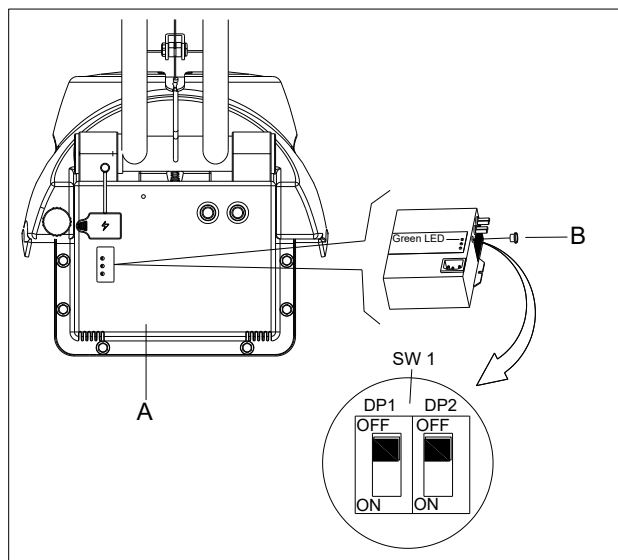

Figura 4.1
1. Spegner la macchina e smontare il coperchio (A come nella figura 4.1) dalla macchina. Quindi rimuovere il cappuccio nero rotondo situato nella parte anteriore del caricabatterie (B come nella Figura 4.1). Troverete i 1 set di dip-switch (SW1) nel caricabatterie.